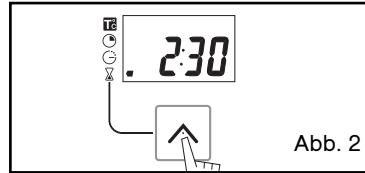

Abb. 2
- Über die Taste "▲" abspeichern, oder einige Sekunden warten (Abb. 2).